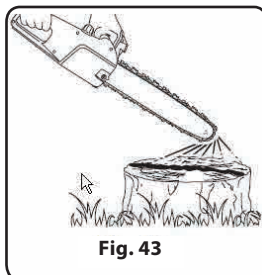

Fig. 43
Quand vous vérifiez l'huile, assurez-vous que le guide (6) et la chaîne (5) sont bien en place. Allumez la machine (voir la section ad hoc plus bas). Maintenez l'interrupteur (13) enfoncé et regardez si l'huile de chaîne se répand bien, comme le montre l'illustration (fig. 43).